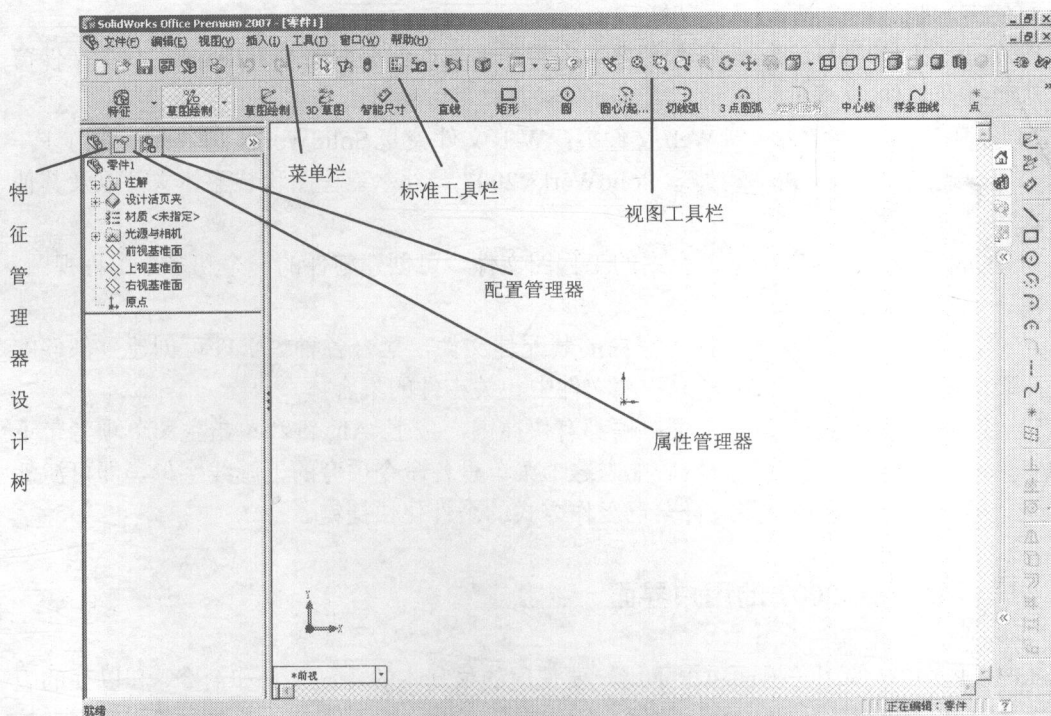

图 1-1 SolidWorks 2007 平台视图
SolidWorks 2007 的用户界面包含了用户要使用的最基本的各种工具和命令，和以往版本相比，它提供了更灵活、更人性化的用户操作界面。设计者不仅充分考虑到了初级用户的使用需求，还兼顾了老用户的操作习惯。对于初级用户，SolidWorks 2007 不仅在新建文件操作中提供了详细的操作向导，同时还为操作界面提供了一套非常适用于初级用户使用的“命令管理器 (Command Manager)”，它将众多纷繁杂乱的工具栏通过“命令管理器”来进行管理，使得所有命令之间更具有联系，也更加清晰、更具层次性。同时也让整个操作界面更加紧凑，为视图绘制区的操作留下更多的可视面积，如图 1-1 所示。而对于老用户，SolidWorks 2007 依然保留了以往的使用界面。
在 SolidWorks 2007 中除了提供多样的菜单栏和工具栏，同时还有功能强大的特征管理器设计树、属性管理器及配置管理器，如图 1-1 所示。
(1) 下拉式菜单。SolidWorks 2007 菜单延续了 Windows 界面操作惯例,单击如图 1-1 所示的菜单栏中的主菜单,可以弹出包括子菜单、指示项目是否被激活的复选标记等的下拉式菜单,用户可通过菜单访问所有的 SolidWorks 2007 命令。
(2) 快捷菜单。在处理草图、模型、装配体或工程图时,可以使用快捷菜单中的各种工具和命令。当将光标拖动至模型中的几何体、特征管理器设计树中的项目或 SolidWorks 2007 的窗口边框上时,右击即会弹出快捷菜单。快捷菜单提供了一种高效的工作方式,而不需要随时将指针移到主菜单或工具栏上选取命令。使用快捷菜单,可以进行以下操作: